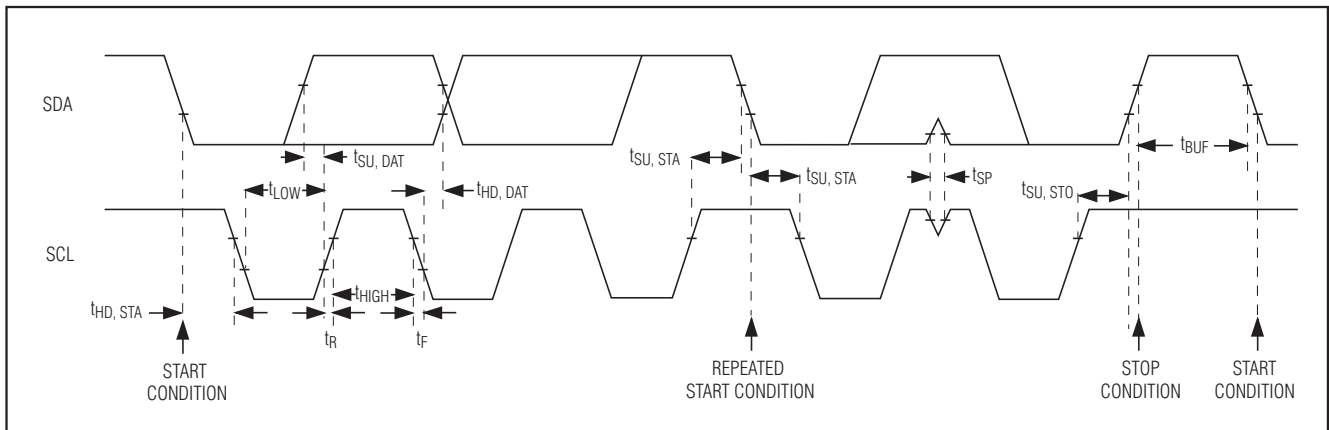

图6. I²C串行接口时序示意图
MAX9598具有一个I²C/SMBus™兼容的2线串行接口，包括一条串行数据线(SDA)和一条串行时钟线(SCL)。SDA和SCL能够支持MAX9598与主控制器之间以最高400kHz的时钟速率通信，图6所示为2线接口的时序图。主控制器在总线上产生SCL并启动数据传输。主器件通过发送START (S)条件、相应的从地址(R/ \bar{W} 位置0)、寄存器地址和随后的数据字，向MAX9598写数据。每个发送序列均由START和STOP (P)条件打包成帧。发送到MAX9598的每个